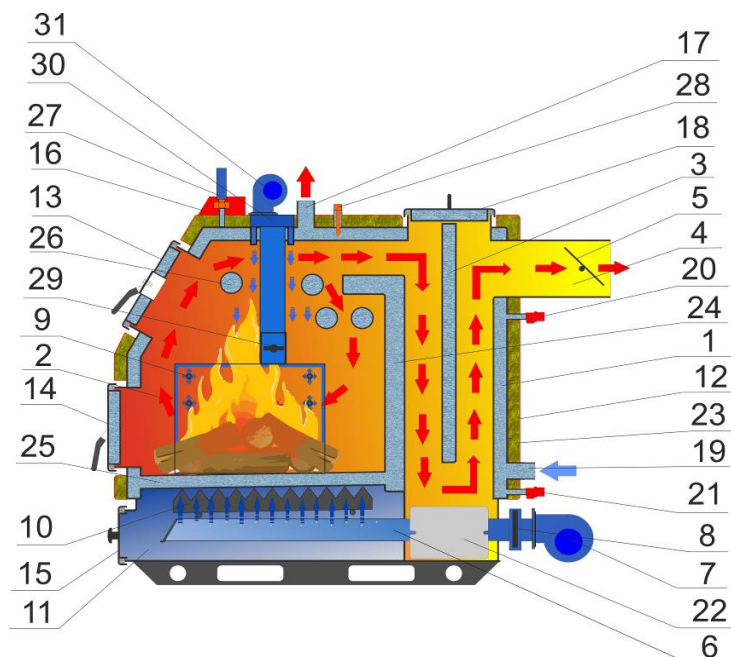

Рис.1 Будова котлів модельного ряду «Ретра-3М» потужністю 25-98кВт
5.1 Котел виконаний у вигляді шафи прямокутної форми зі скосом спереду що встановлюється на підлозі (див. Рис.1) і складається з наступних основних частин: конвективно-контактного сталюого теплообмінника 1 з камерою згоряння (топкою) 2, яка охолоджується водою, перегородки прямої 3, димоходу 4 з поворотним шибером газоходу 5, колектора 6, який разом з вентилятором 7 та шибером регулювання повітря 8 складають систему подачі первинного повітря. Система подачі вторинного повітря складається з вентилятора 31, з верхніх та бокових колекторів подачі та розподілення повітря 9, 30 та шиберів регулювання подачі повітря 29. В нижній частині котла знаходиться розпушувач палива 10 (встановлюється на всіх вище вказаних модифікаціях, крім модифікації «Ретра100-3М»), камера піддувала 11, яка одночасно виконує функцію камери накопичення золи.
5.2 Принцип роботи котла (див. Рис.1). Вода із системи тепlopостачання надходить в котел через патрубок звороту 19, розтікається по всім внутрішнім порожнинам теплообмінника і, через його металеві стінки, відбирає тепло від палива, що горить (контактним і радіаційним способами в топці) і газоподібних продуктів згоряння (конвективним способом в решті частин теплообмінника). Нагріта вода через патрубок подачі 17 надходить в систему тепlopостачання.